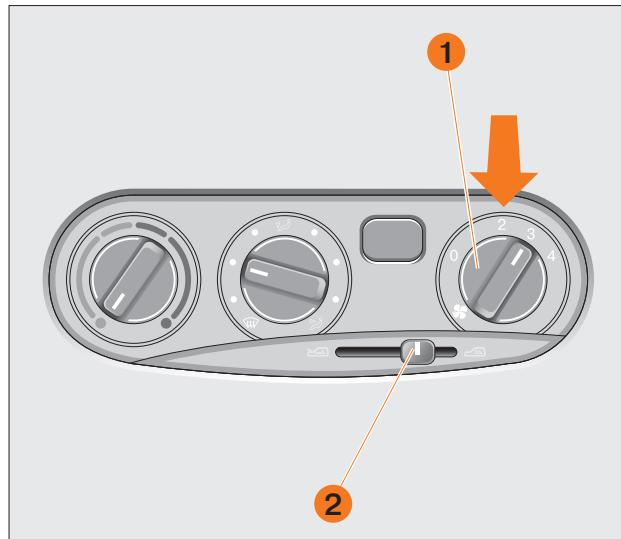
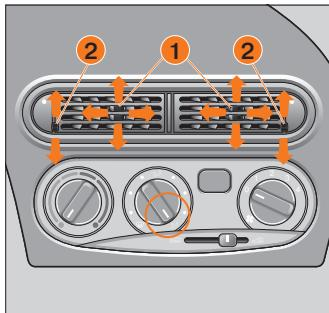
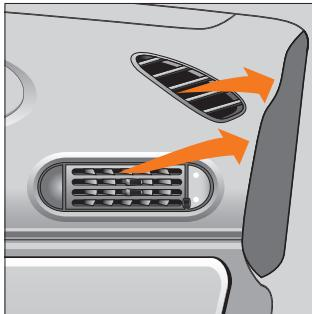
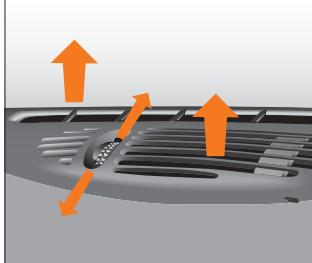

Рис. 53. Правый вращающийся переключатель
Рис. 55. Центральный дефлектор
Рис. 57. Дефлекторы подачи воздуха на стекла передних дверей
Рис. 58. Верхние решетки подачи воздуха на ветровое стекло
**Правый вращающийся переключатель: Обдув (вентилятор) (рис. 53, поз. 1).**
На рис. 53 поз. 2 показан **рычаг управления заслонкой рециркуляции воздуха**:
**Центральный дефлектор** (рис. 55). Направления подачи воздуха регулируются рычагами направляющих лопаток центрального дефлектора **1** путём изменения положения заслонок вверх или вниз, а регулятор интенсивности подачи воздуха **2** открывает или закрывает полностью центральные дефлекторы подачи воздуха. В зависимости от положения температурного переключателя обеспечивается комфортная температура верхнего пространства салона.
Для усиления притока воздуха включить вентилятор обдува и установить средний вращающийся переключатель в положение  (см. рис. 55).
**Дефлекторы подачи воздуха на стекла передних дверей (рис. 57).** Установите рычаг управления заслонкой в крайнее левое положение  (см. рис. 53) и средний вращающийся переключатель (см. рис. 55) в положение .
**Верхние решетки подачи воздуха на ветровое стекло (рис. 58).** Установите рычаг управления заслонкой в крайнее левое положение  (см. рис. 53) и средний вращающийся переключатель в положение  (см. рис. 55):
Для усиления притока воздуха переключите вентилятор обдува на более высокую ступень и установите средний вращающийся переключатель в положение  (см. рис. 55).
Обязательно включить вентилятор (см. рис. 53).